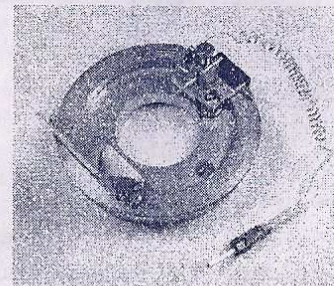

Рис.1. Крепление СТМ-зонда в СТМ-столике
- вдените заготовку СТМ-зонда нержавеющей трубкой в одно из двух отверстий для иглы, подкрутите винт и, с небольшим усилием зажмите им трубку (рис.1);